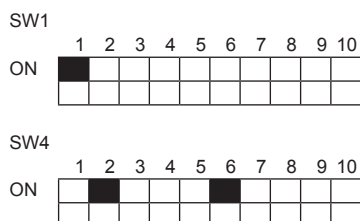

Fig. 2-2
2.4.3. Omkopplarinställningar (Fig. 2-2)